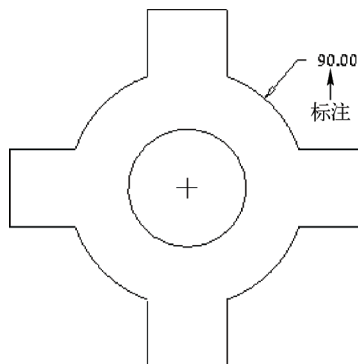

图 4-18 标注半径尺寸
STEP 02 在功能区选项板的“草绘”选项卡中，单击“尺寸”面板中的“法向”按钮，在绘图区的圆弧上单击鼠标左键，移动鼠标指针至合适位置，单击鼠标中键，标注尺寸，再次单击鼠标中键，即可完成半径尺寸的标注，效果如图 4-18 所示。